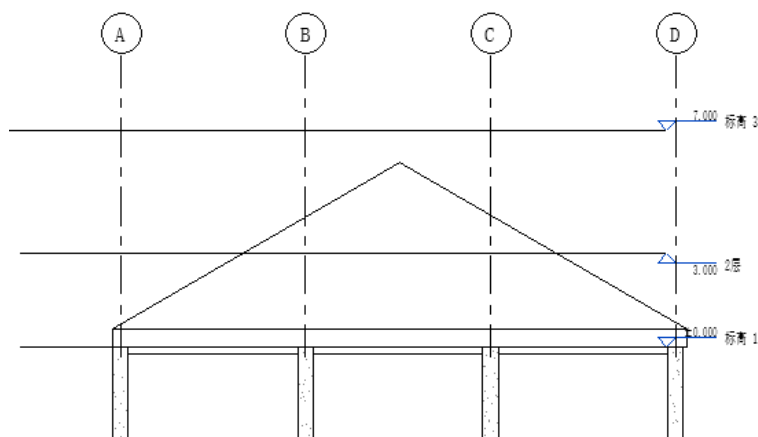

图 12-46 东立面图
(1) 打开 11.3.1 节绘制的文件，将视图切换到东立面图，如图 12-46 所示。